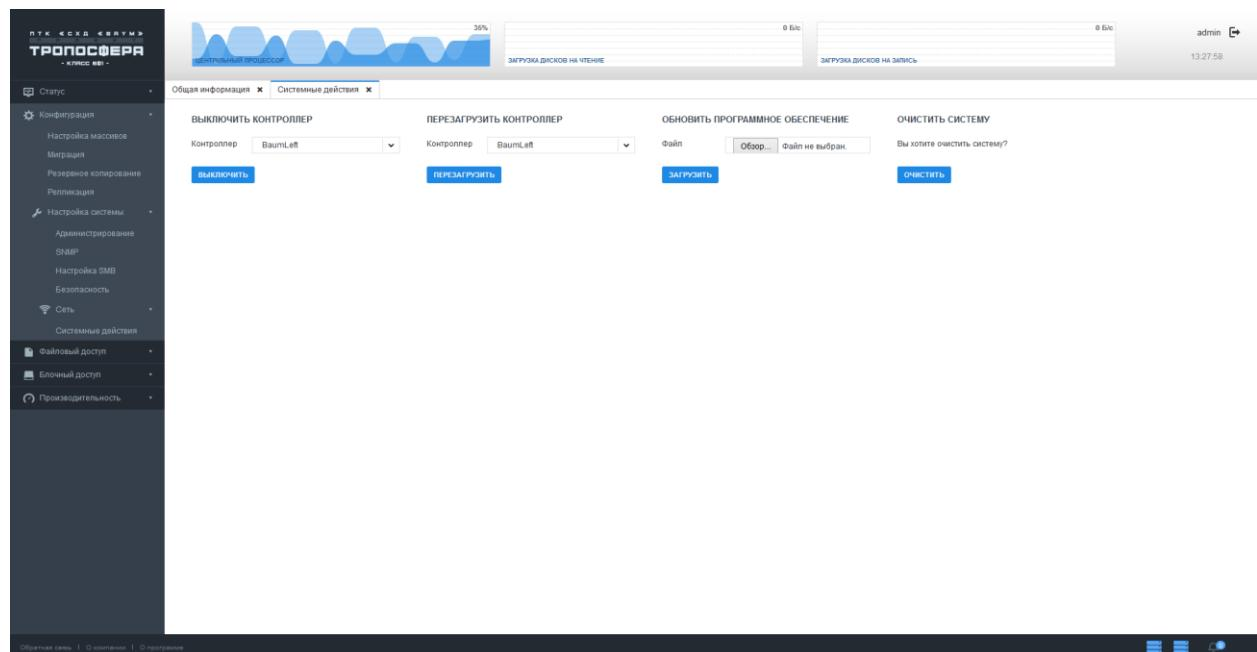

Рисунок 83 – Выключение/перезагрузка контроллера
- 2) В основной области интерфейса (по центру - слева) выбрать необходимый контроллер и нажать на кнопку «Перезагрузить» (см. Рисунок 83).